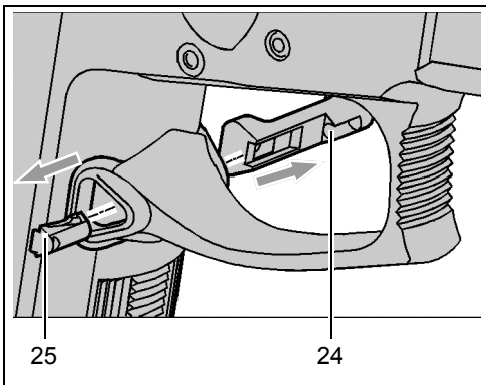

Fig. 7, Cambiar el retén del cargador (Ilustración sin gatillo)
4. Quitar el retén del cargador **24** e introducirlo por el lado del que se desee manejar (véase Fig. 7).